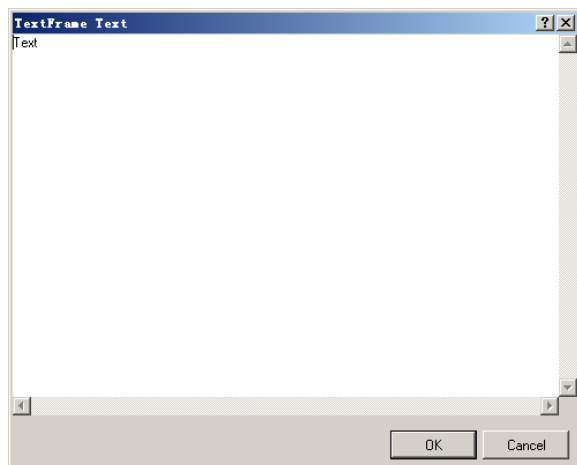

图 2.126 “TextFrame Text”对话框
(4) 勾选“Show Border”项，设置显示文本框的边缘线条，若为勾选该项则不会显示文本框的边线。
(5) 单击“Text Color”右侧的色彩块，打开“Choose a color”对话框，设置文本的颜色。
(6) 单击“Alignment”右侧的文字，在弹出的下拉列表中选择文本框中的文字对齐方式，下拉列表中共提供了“Left”（左对齐）、“Center”（中央对齐）和“Right”（右对齐）三种对齐方式供选择，默认为“Left”。
(7) 单击“Properties”选项区域中的“Change...”按钮，打开如图 2.126 所示的“TextFrame Text”对话框。